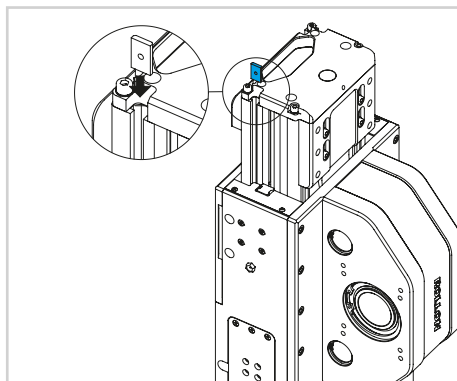

Fig. 26
- 2) Inserire i dadi di fissaggio nella sede del profilo, accedendo dalla copertura terminale superiore. Ripetere l'operazione anche per il sensor dog da installare sul lato inferiore del profilo (Fig.26).